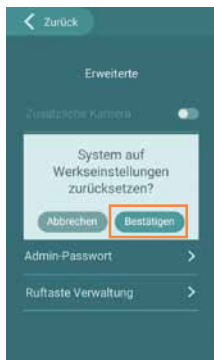

Abb. 2
- Setzen Sie die Türstation auf Werkseinstellungen zurück (Abb. 2).